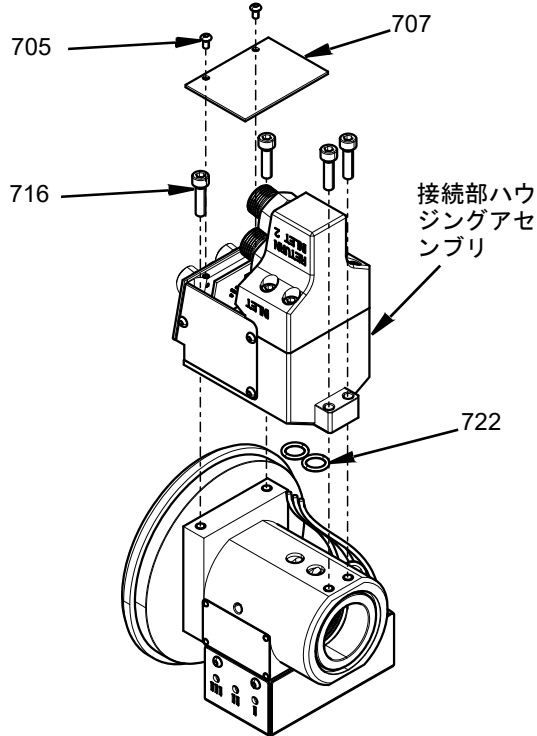

図 24
57.5 in-lbs (6.5 N•m) のトルクで締めます。カバープレート (707) は 2 本の M3 ネジ (705) で取り付けられています。12 in-lbs (1.35 N•m) のトルクで締めます。使用中の O リング (722) は、再アセンブリする前に新しい O リングと交換します。以下を参照してください：図 24。